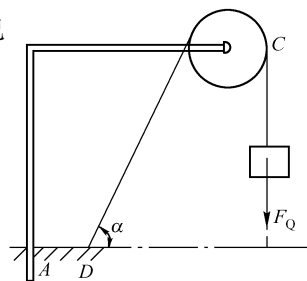

图 21
6. 刚性支架的 A 端嵌固在基础上， C 端装有滑轮，如图 21 所示。绳子一端固定在 D 点，与水平面成 $\alpha = 60^\circ$ 角，另一端吊着重 $F_Q = 1000\text{N}$ 的重物。已知 $AD = 0.5\text{m}$ ， $DE = 1.5\text{m}$ 。求支架插入端的约束反力。